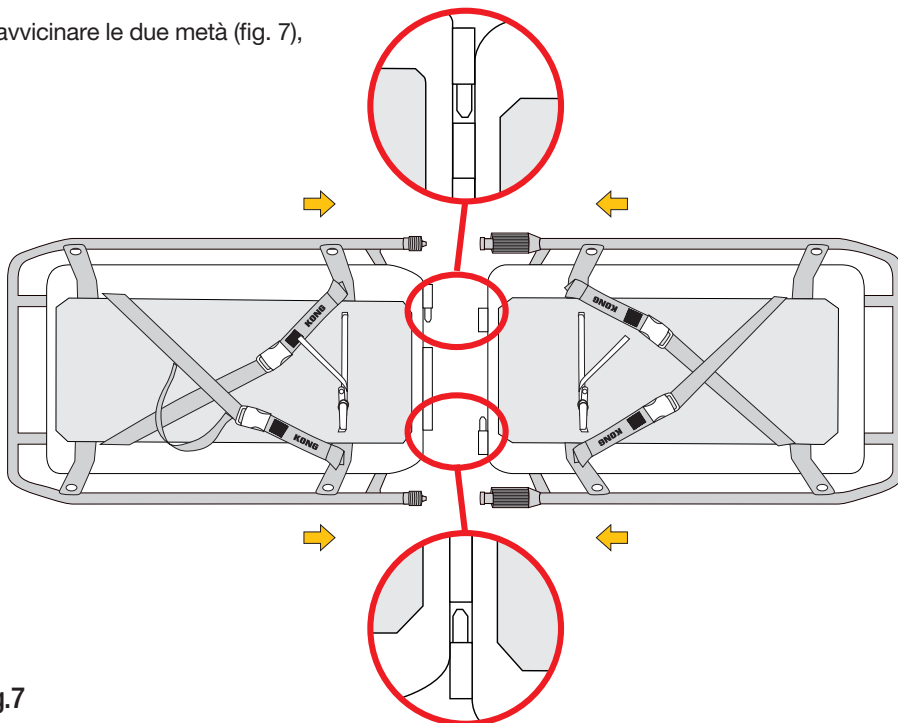

Fig.7
a) avvicinare le due metà (fig. 7),